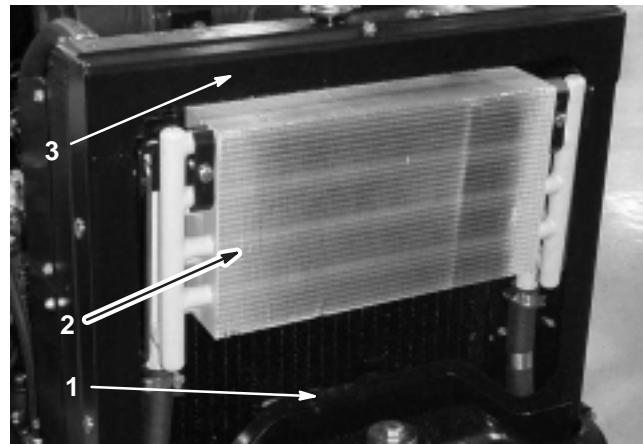

Bild 47
2. Entfernen Sie die Zugangsklappe (Bild 47).